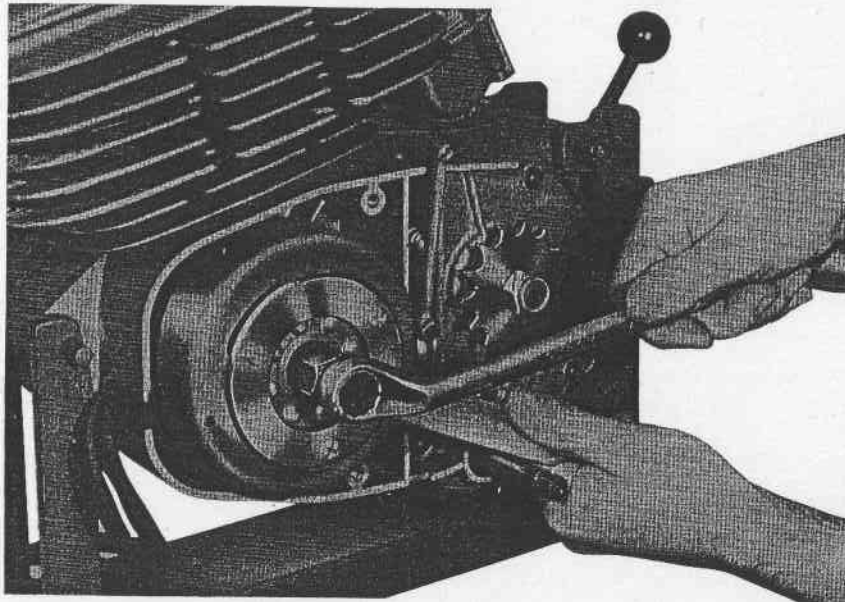

Fig. 45 - Remontage du volant magnétique
- Contrôler l'avance à l'allumage. (Fig. 3 - Page 3) et bloquer à fond l'écrou (Fig. 45).